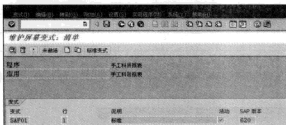

图 5-81 “维护屏幕变式：清单”界面
STEP 1 在命令栏输入 SPRO 命令，通过菜单选择“财务会计→银行会计→业务往来→支付交易→手工银行对账单→定义手工银行报表的变式”选项，进入“维护屏幕变式：清单”界面，如图 5-81 所示。